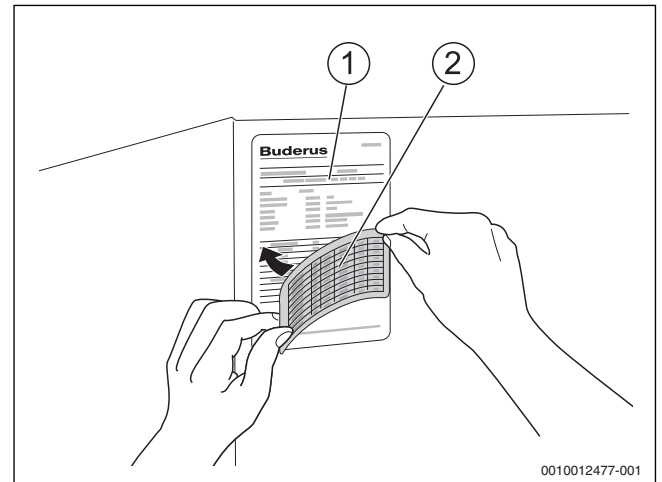

Рис. 27 Обновление заводской таблички
- ▶ В соответствующем месте заводской таблички котла (→ рис. 27, [1]) наклейте прилагаемую наклейку (→ рис. 27, [2]) с указанием применяемого вида газа и соответствующей диафрагмы.